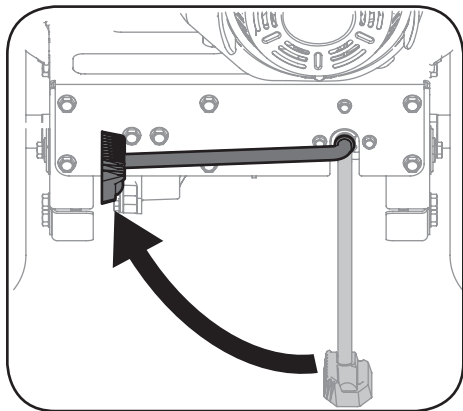

Figura 4-2
1. Haga rodar la base de potencia FLEX™ hasta la máquina rompetroncos accesoria con la pata de cabra hacia ARRIBA. Vea la Figura 4-2.